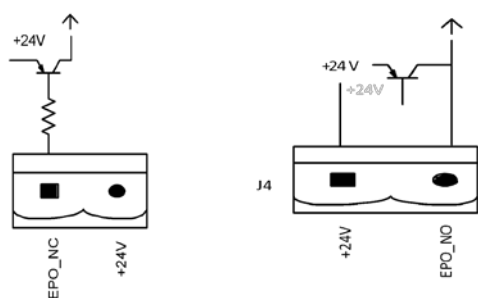

Рисунок 11 - Схема входного порта для дистанционной подачи команды EPO
Данный ИБП имеет возможность аварийного отключения энергии (EPO). Эта функция может активироваться по нажатию кнопки на панели управления ИБП или с помощью замыкания удаленного контакта, подключенного пользователем. Кнопка EPO защищена поворотной пластиковой крышкой. Для дистанционной подачи команды EPO используется входной порт J4. При этом в обычном режиме нормально замкнутый контакт (NC) подключен к напряжению +24 В, и команда EPO срабатывает при отключении контакта NC от +24 В или при замыкании нормально разомкнутого контакта (NO) на потенциал +24 В. Схема порта показана на рис. 11, описание порта приводится в таблице 1-4.